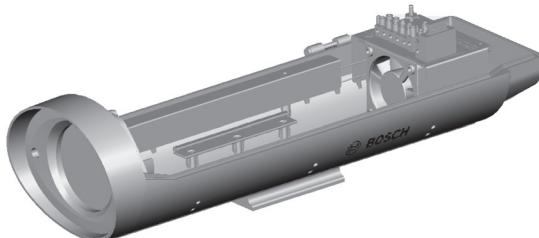

Afbeelding 5.3 Afstandsringen voor montage van zoomobjectief en camera
- Combineer de 4 mm en de 9 mm afstandsringen die zijn meegeleverd voor de montage van de camera op de optionele cameraschuifplaat van type A (gebruik verschillende combinaties van afstandsringen om ervoor te zorgen dat het cameraobjectief zich in het midden van het venster bevindt). Gebruik de 1/4-20 x 5/8 inch schroef met grote, platte onderlegring voor bevestiging van de camera en afstandsring op de schuifplaat, zoals weergegeven in *Afbeelding 5.3*.